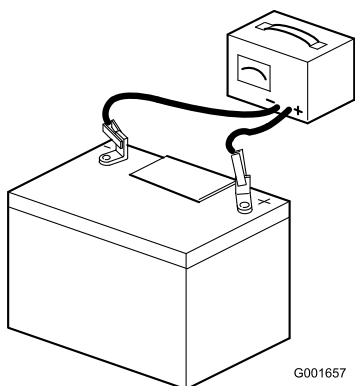

Рисунок 6
7. Подсоедините к полюсным штырям аккумуляторной батареи зарядное устройство, обеспечивающее силу тока от 3 до 4 А (Рисунок 6). Заряжайте аккумулятор током от 3 до 4 А в течение 4 - 8 часов.